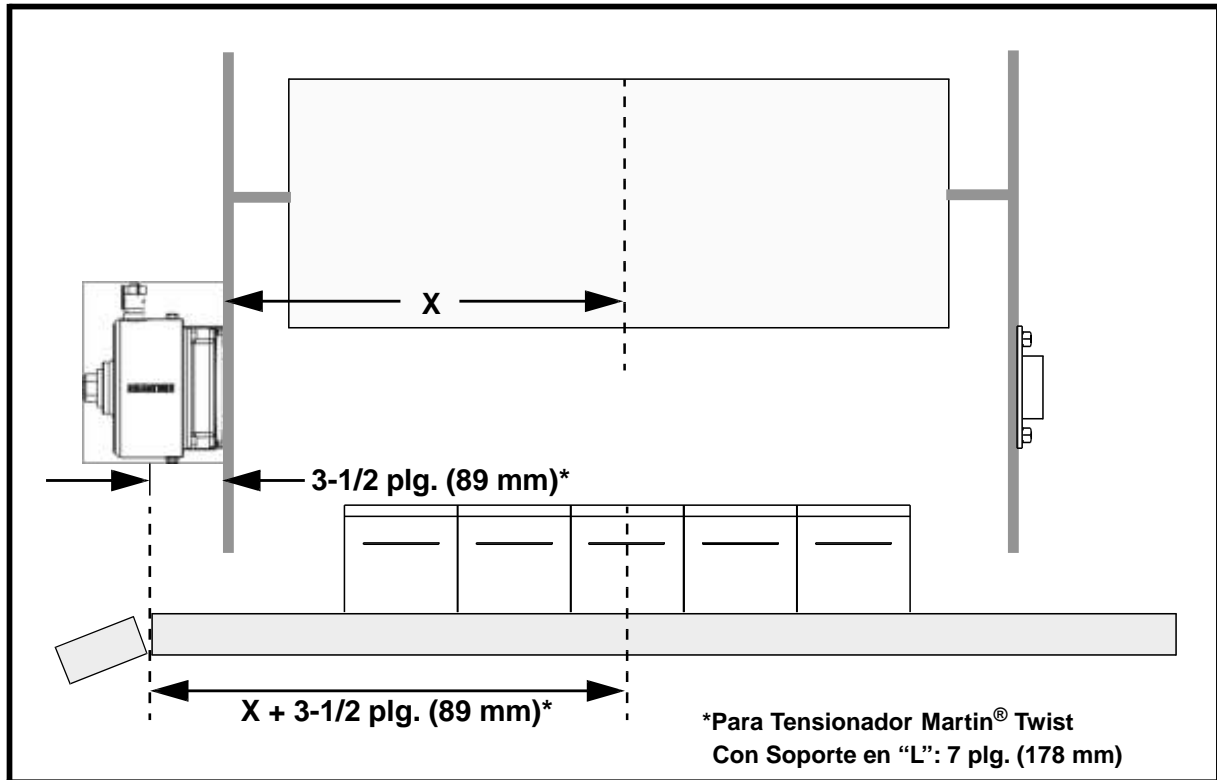

Figura 3. Cortando el Bastidor del Limpiador de Banda
1. Vea la Figura 3. Mida desde el centro de la banda transportadora hasta el lado externo de la pared del chute en el lado del operador (X).